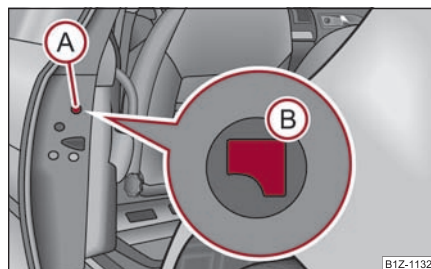

Fig. 43 Puerta trasera: Bloqueo de emergencia de la puerta
- Desmontar el paramento ① ⇒ fig. 43.
- Insertar la llave en la abertura debajo del paramento y empujar la palanca de inmovilización ② hacia dentro hasta el tope.